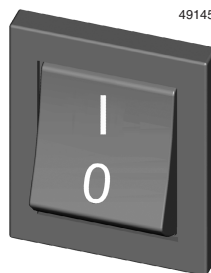

Рис. 2-1. Главный сетевой выключатель электропитания на задней панели
1. Установите главный сетевой выключатель, расположенный на задней панели принтера, в положение Вкл. (I), как показано на Рис. 2-1: